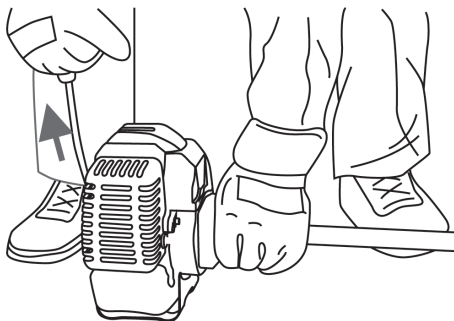

Рисунок 11. Схема розташування мотокоси під час запуску.
6. Утримувати мотокосу під час запуску двигуна, притиснувши її «штангу» до поверхні землі (рис. 11).